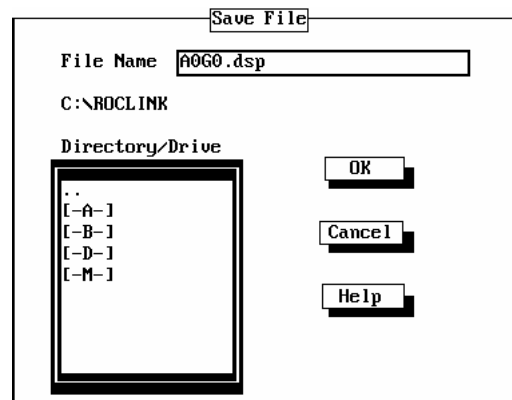

Figura 6-13. Salvar Display
- Save** — Salve o display atual num arquivo de disco. Isso armazena uma cópia do display em um arquivo localizado no computador. Use a extensão .DSP (display) quando você salvar o arquivo no documento do disco. Observe Figura 6-13.
**Save** — Salve o display atual em um disco ou no ROC. Isso guarda uma cópia do display em um documento localizado no computador. Observe a Figura 6-13. Escolha Display 1, Display 2 ou guarde uma cópia em um arquivo localizado num disco do computador. O display em uso também pode ser salvo no ROC. Use a extensão .DSP quando você salvar o arquivo no disco.
15. Pressione **Save** (salvar). Na caixa de diálogo que aparece em Save File (salvar documento) (veja Figura 6-13), digite um nome de arquivo e clique OK. Para um ROC300 ou FloBoss 407, você deve primeiro ser questionado se deseja gravar num arquivo ou no ROC.